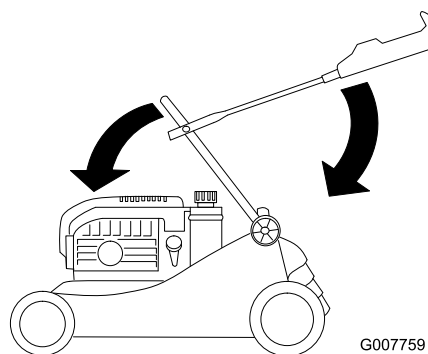

Figura 34
3. Piegate con cautela la sezione inferiore della stegola in modo che poggia sul motore (Figura 34).
4. Piegate con cautela la sezione superiore della stegola finché non raggiunge la posizione orizzontale (Figura 34).